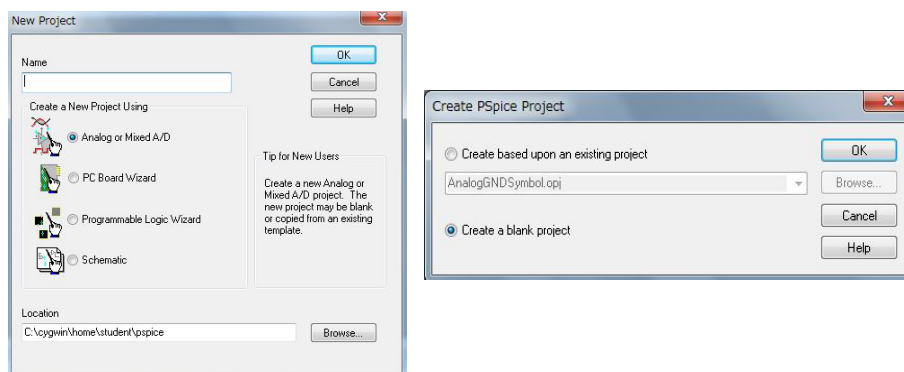
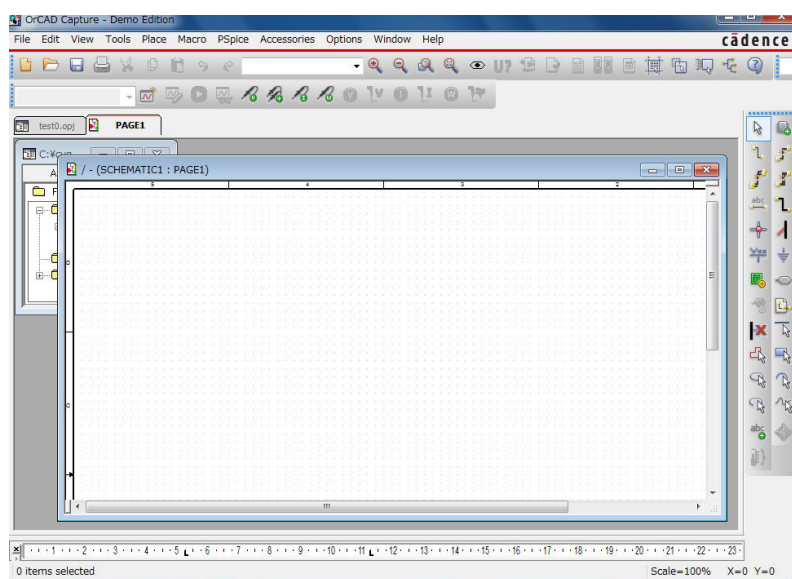

図 2 初めの設定ダイアログ
図 3 回路作成のためのウィンド
- 画面上部のメニューから **[File] → [New] → [Project]** を順にクリックすると、図 2 左のダイアログが現れるので Name 欄にプロジェクト名を入れる。この時 **PSpice Analog or Mixed A/D** をチェックしておくこと。Location は先に作成したフォルダを指定する。
- 次に現れるダイアログ (図 2 右) で **Create a blank project** をチェックして OK をクリックすると図 3 のような空のキャンバス画面が現れるのでここに回路を描いていく。(ここで、Create upon an exsisting project をチェックすると、すでに作った回路を呼び出して変更を加えることができる。)